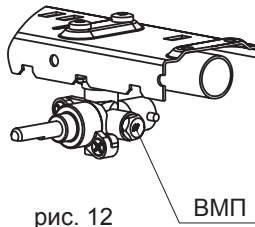
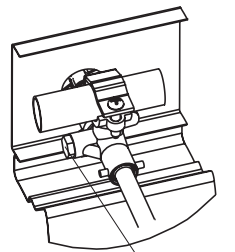

рис. 12
рис. 13
16.2. Замена винтов малого пламени (ВМП) в кранах горелок стола (рис. 12 для плит NGM441 01, NGM441 02, рис. 13 для плиты NGM441 03):